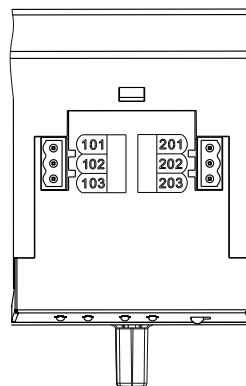

Рис. 4. Клеммы подключения контроллера
- С помощью проводов соответствующего номинальному току сечения подключите питание к основному и резервному вводам и нагрузку к нижним выводам выключателя. При установке трехполюсного устройства подключите провод N к соответствующим клеммам на зажимах контроллера АВР (см. п. 4 и рисунок 4).